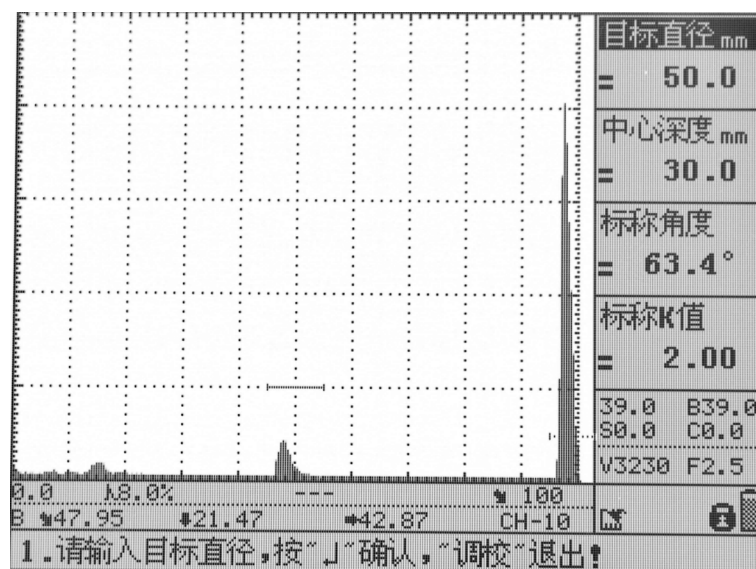

图 3.8
(1)按照例 2 的操作完成仪器声速、零偏校准后，选择“角度”主菜单，选择“自动校准”子菜单，按“确认”键，开始角度自动校准。如图 3.8 所示；